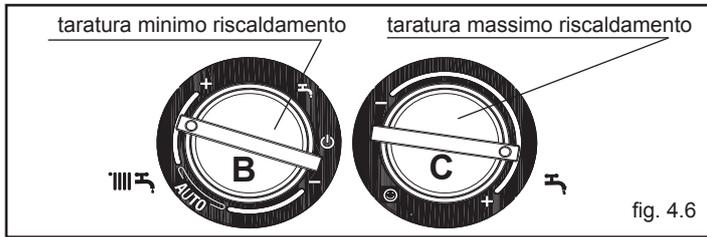

fig. 4.6
- ruotare la manopola di regolazione temperatura acqua riscaldamento **B** (fig. 4.6) fino a raggiungere il valore di minimo riscaldamento come indicato nella tabella multigas
- ruotare la manopola di regolazione temperatura acqua sanitario **C** (fig. 4.6) fino a raggiungere il valore di massimo riscaldamento come indicato nella tabella multigas